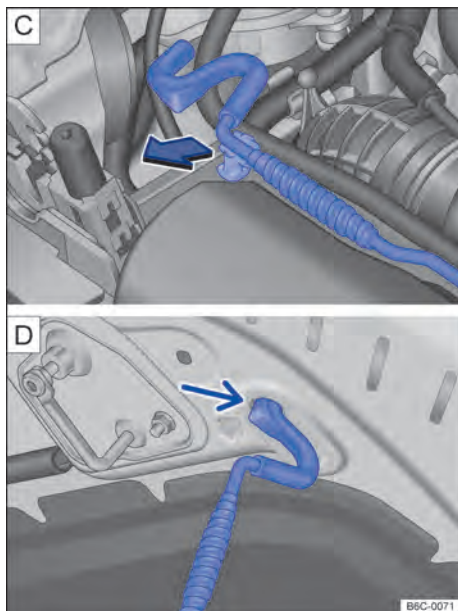

Fig. 185 **C** Haste de sustentação da tampa do compartimento do motor. **D** Tampa do compartimento do motor apoiada na haste de sustentação.
- Retirar a haste de sustentação do suporte no sentido da seta → Fig. 185 **C** e posicioná-la na abertura na tampa do compartimento do motor → Fig. 185 **D**. ▶
- Retirar a haste de sustentação do furo → Fig. 185 [D] e encaixá-la no suporte do fecho → Fig. 185 [C].